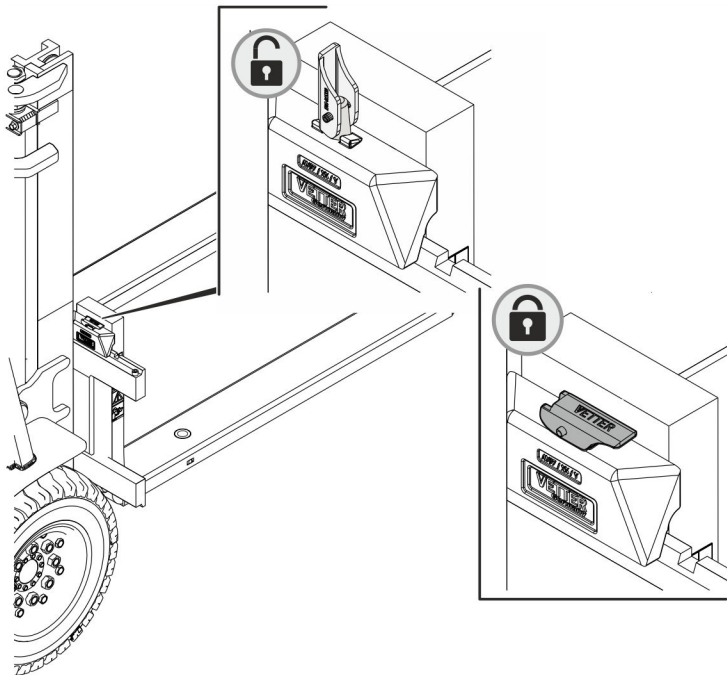

Abb. 7: Arretierung schließen
9. ➤ ManuTel® SlimLine durch Schließen des Arretierungshebels innerhalb der Arretierungsnuten verriegeln (Abb. 7).